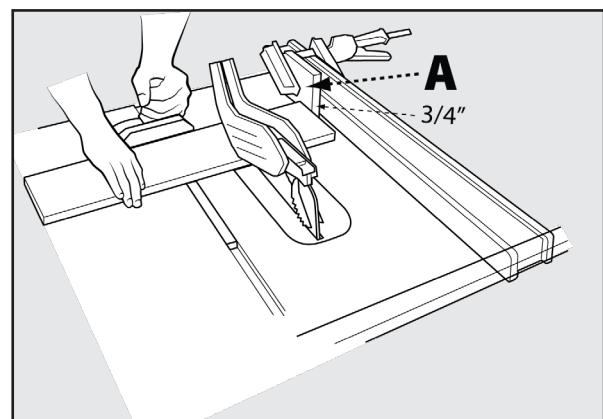

FIGURE 39
Lorsque vous coupez transversalement un certain nombre de pièces à la même longueur, vous pouvez serrer un bloc de bois (A) (voir Figure 39) au guide et l'utiliser comme une jauge de coupure. Le bloc (A) doit faire au moins  $\frac{3}{4}$  pouces (19 mm) d'épaisseur pour empêcher le coincement de la pièce coupée entre la lame et le guide. Une fois que la longueur de coupe est déterminée, verrouillez le guide et utilisez le guide à onglets pour faire avancer la pièce dans la lame.